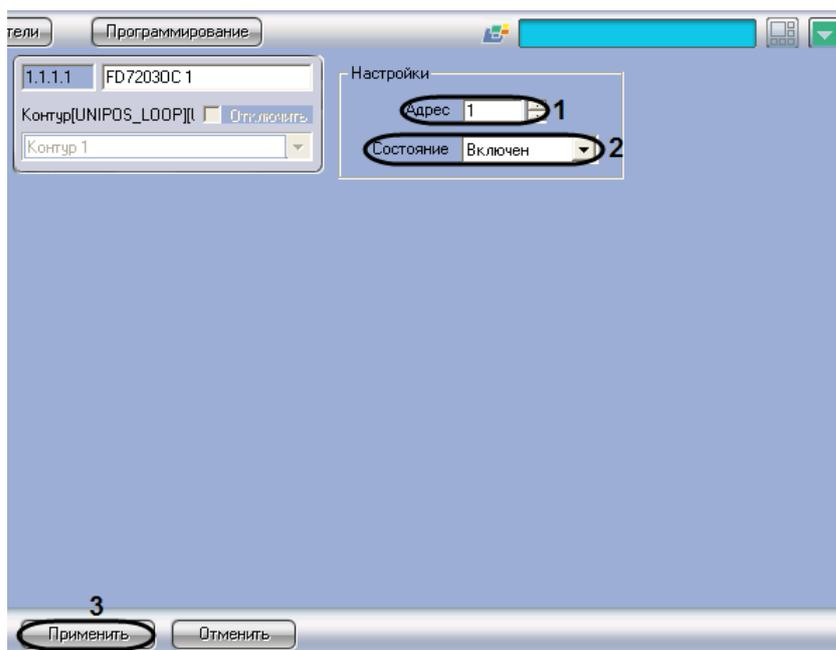

Рис. 3.6-9 Задание параметров адресного модуля FD7203OC
1. Перейти на панель настройки объекта **FD7203OC** (Рис. 3.6-9).
2. В поле **Адрес** ввести с помощью кнопок **вверх-вниз** адрес модуля *FD7203OC* в CAN-сети ОПС *Unipos* (см. Рис. 3.6-9, 1).
3. Из раскрывающегося списка **Состояние** выбрать состояние (**включен/выключен**) модуля *FD7203OC* (см. Рис. 3.6-9, 2).
4. Для сохранения настроек во внутренней базе данных ПК *Интеллект* нажать кнопку **Применить** (см. Рис. 3.6-9, 3).